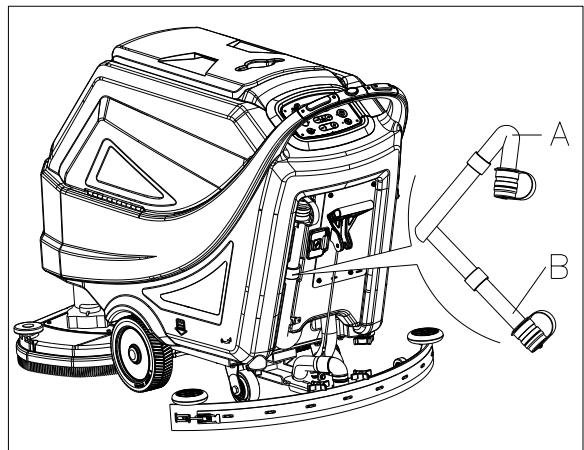

Figura 17
5. Vacíe el depósito de recuperación con el tubo (A Figura 17). Luego, enjuague el depósito (B, Figura 16) con agua limpia.
Al drenar el agua residual, el tubo de aspiración de los residuos se debe doblar (A, Fig 17) y bajar a una posición más baja (B, Figura 17), a continuación, abra la tapa del tubo de aspiración de residuos para drenar el agua. Evite que la boca del tubo de aspiración de residuos esté orientada hacia arriba para drenar el agua verticalmente. Esto es para prevenir que las aguas residuales salpiquen al operario.